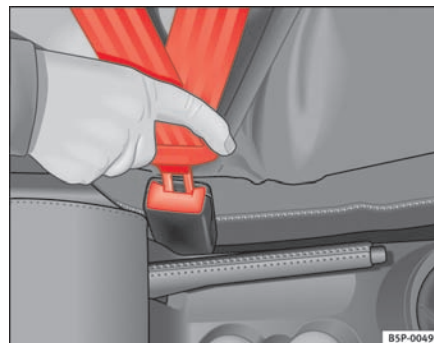

Fig. 11 Selelås og selens låsetap
- Stik låsetappen ind i den selelås, der hører til den pågældende siddeplads. Du skal kunne høre, at den går i hak ⇒ side 20, fig. 11.